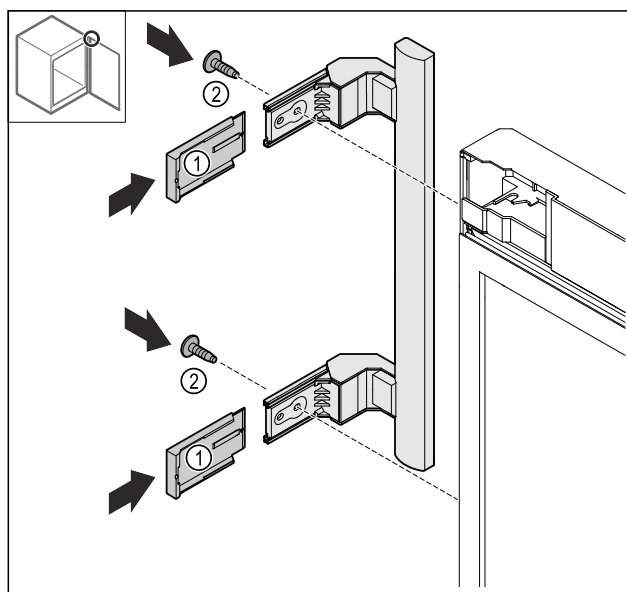

Fig. 26
- Skub afdækningerne Fig. 26 (1) på.